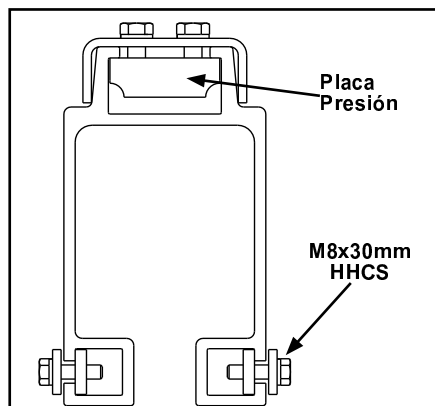

Figura 3-73
**Series 7510 (8")**, Si es posible debe haber una percha directamente sobre o dentro de 3 pies de ambos lados del empalme. Si no es posible, Una percha dentro de 3 pies en un lado y otra dentro de siete (7) pies en el otro lado es permitida si el lado de los siete (7) pies es soportado por al menos otra percha.
**Series 6110 (6")**, las distancias deben ser tres (3) pies y seis (6) pies respectivamente
**Series 4110 (4")**, las distancias deben ser reducidas a dos (2) pies y cinco (5) pies respectivamente.
- Paso 1. Remueva tornillos pasados. Deslice soporte de montaje de riel sobre canal de soportes y placa de presión dentro de canal de soportes arriba del riel. Posicione en base a Diseño. Ver Figura 3-73.